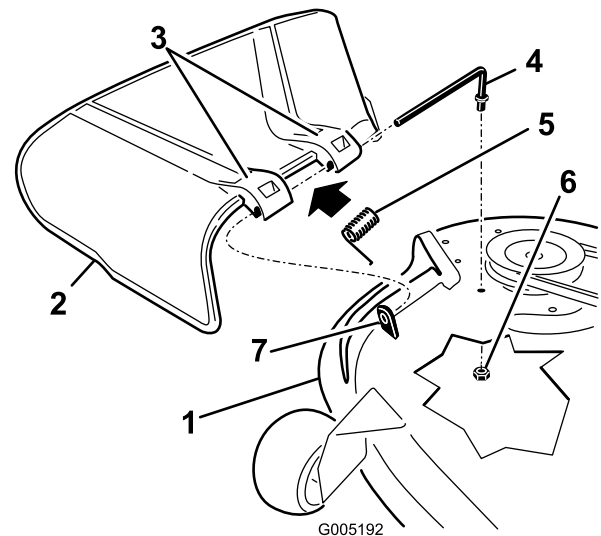

Bild 69
- Machen Sie die in Bild 69 gezeigten Teile ausfindig.
- Nehmen Sie die Mutter (3/8 Zoll) aus der Stange unter dem Mähwerk ab (Bild 69).
- Schieben Sie die Stange aus dem kurzen Vorsprung, der Feder und dem Ablenklech (Bild 69). Entfernen Sie defekte oder abgenutzte Ablenkleche.
- Montieren Sie das Ablenklech (Bild 69).
- Setzen Sie die Feder mit den Enddrähten nach unten auf die Stange, zwischen die Ablenklechhalterungen. Schieben Sie die Stange durch die zweite Halterung am Grasablenklech (Bild 69).
- Schieben Sie die Stange vorne am Ablenklech in den kurzen Vorsprung am Mähwerk. Befestigen Sie das hintere Stangenende mit einer Mutter (3/8 Zoll) am Mähwerk (Bild 69).